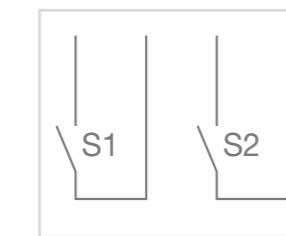

Figura 3: schema di collegamento
- Estrarre il cavo di collegamento dalla scatola di derivazione (10) e collegarlo (figura 3).
- Inserire il modulo pulsante doppio (7) dalla parte superiore sulla cornice da incasso (9) fino all'innesto dei morsetti di fissaggio.
- Fissare la cornice da incasso (9) nella posizione corretta sulla scatola da incasso (10) tramite le viti apposite.
- Montare l'alzata della guarnizione (5) sulla cornice da incasso. A tale scopo, utilizzando un cacciavite, fissare gli attacchi rapidi a baionetta ruotandoli verso destra di 1/4 di giro nella cornice da incasso.
- Fissare il commutatore (4) sul modulo pulsante doppio.
- Montare la parte inferiore della scatola (8) in posizione corretta.
- Collegare il cavo di collegamento (figura 3).
- Inserire il modulo pulsante doppio (7) nella parte inferiore della scatola (8) fino all'innesto dei morsetti di fissaggio.
- Montare l'alzata della guarnizione (5) e la parte superiore della scatola (6) sulla parte inferiore della scatola (8). A tale scopo, utilizzando un cacciavite, fissare gli attacchi rapidi a baionetta ruotandoli verso destra di 1/4 di giro nella parte inferiore della scatola.
- Fissare il commutatore (4) sul modulo pulsante doppio (7).